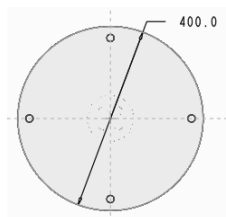
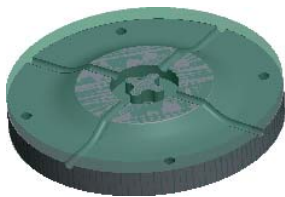

图 10.1.8 截面草图
图 10.1.9 创建的工件
③ 绘制截面草图。进入截面草绘环境后，选取 NC_ASM_RIGHT 基准平面和 NC_ASM_FRONT 基准平面为草绘参考，绘制的截面草图如图 10.1.8 所示。完成特征截面的绘制后，单击工具栏中的“确定”按钮 **确定**。
④ 选取深度类型并输入深度值。在操控板中选取深度类型，调整拉伸方向，输入深度值 60。
⑤ 预览特征。在操控板中单击“预览”按钮，可浏览所创建的拉伸特征。
⑥ 完成特征。在操控板中单击按钮，则完成特征的创建，如图 10.1.9 所示。